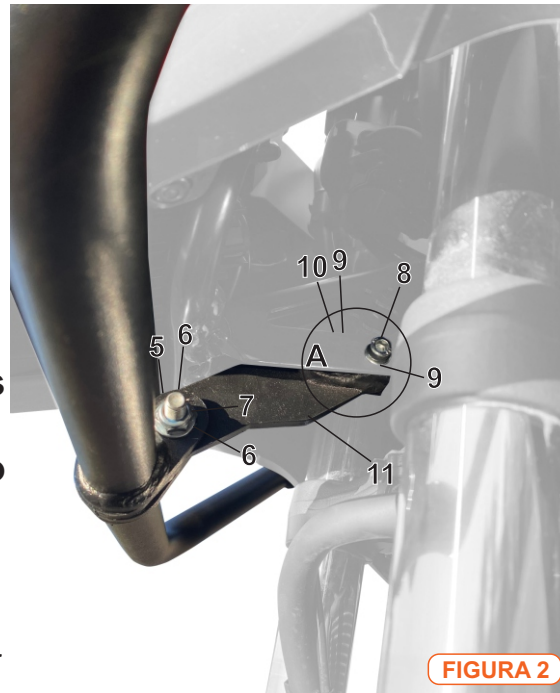

FIGURA 2
- Inicie instalando a flange 11 no ponto A, figura 2.